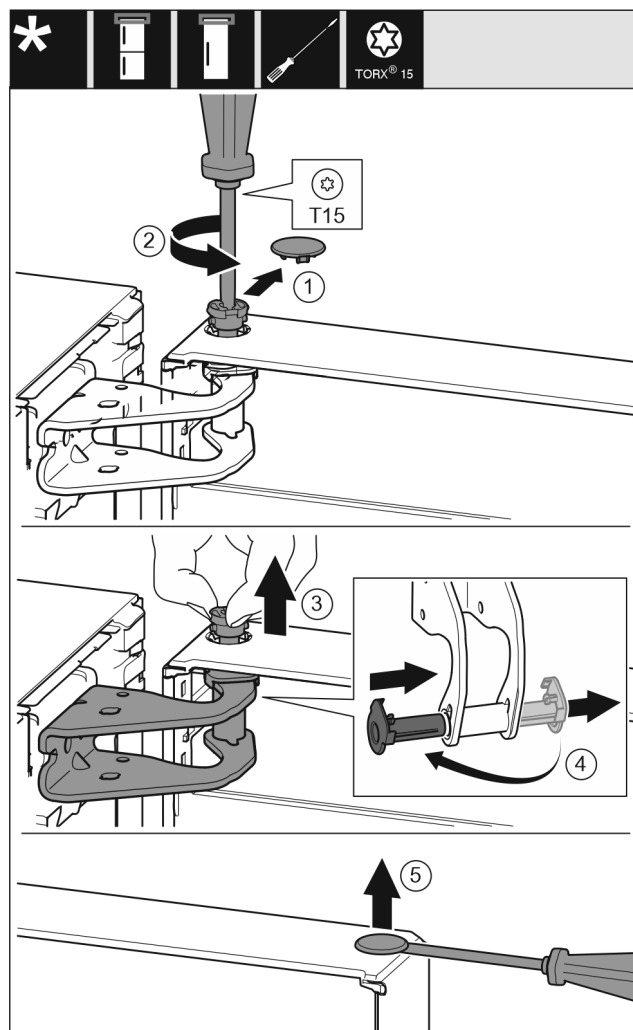

Fig. 5
- 小心拆下安全盖。 Fig. 5 (1)
- 用 T15 螺丝刀拧下一枚螺栓。 Fig. 5 (2)
- 抓紧门并用手指拔出螺栓。 Fig. 5 (3)
- 将轴衬从导向装置拉出。从另一边装入并卡到位。 Fig. 5 (4)
- 用带槽螺丝刀小心地从门轴衬上提起堵头并将其拉出。 Fig. 5 (5)